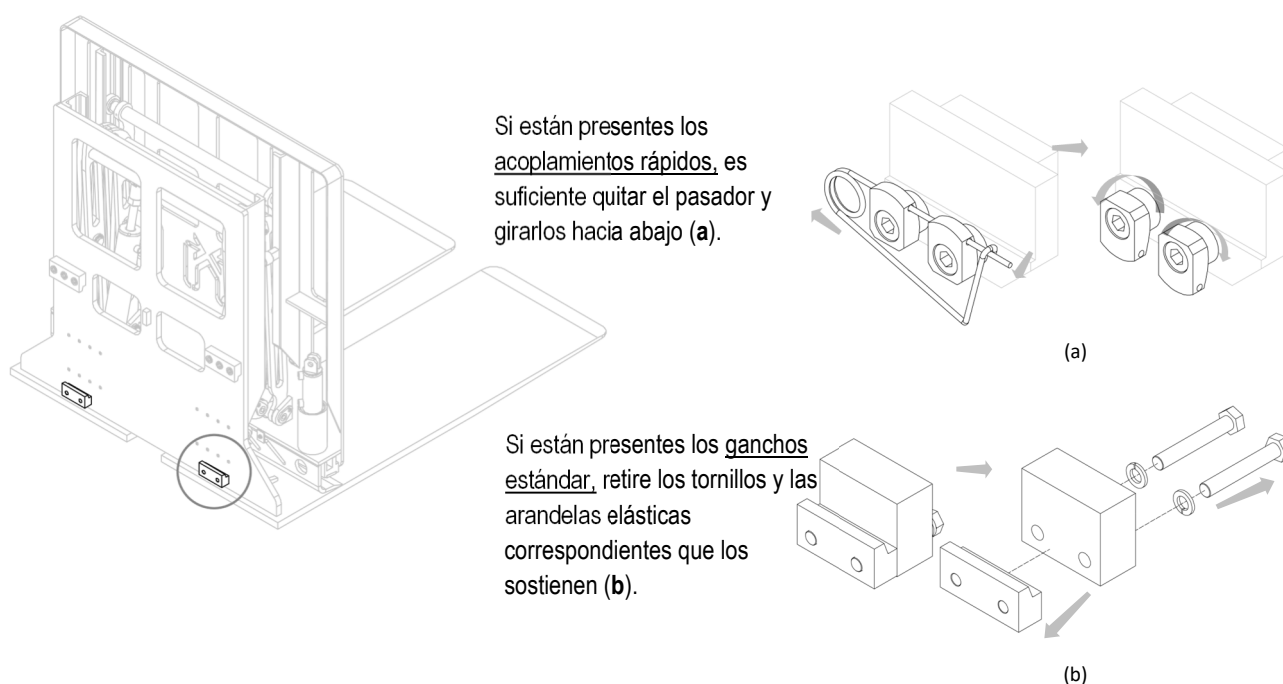

Figura 2
4. Extraer los ganchos inferiores del equipo (ver *Figura 2*).